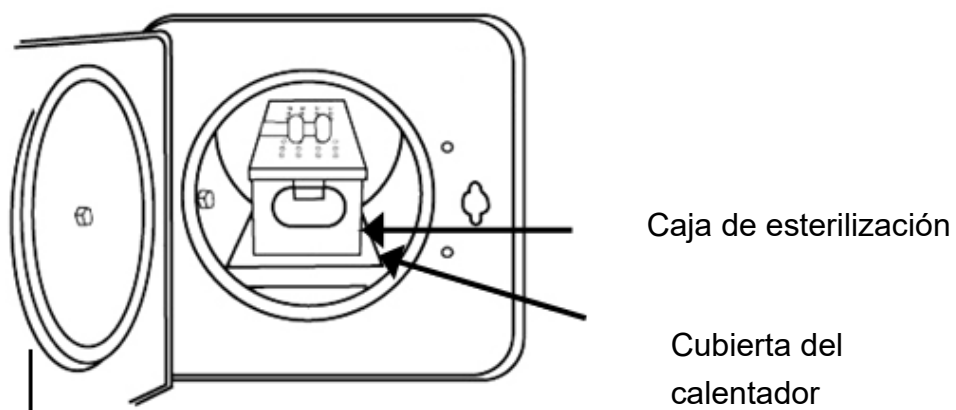

Figura 5
- C. Instale la canastilla de esterilización según Figura 5. (Accesorio estándar)